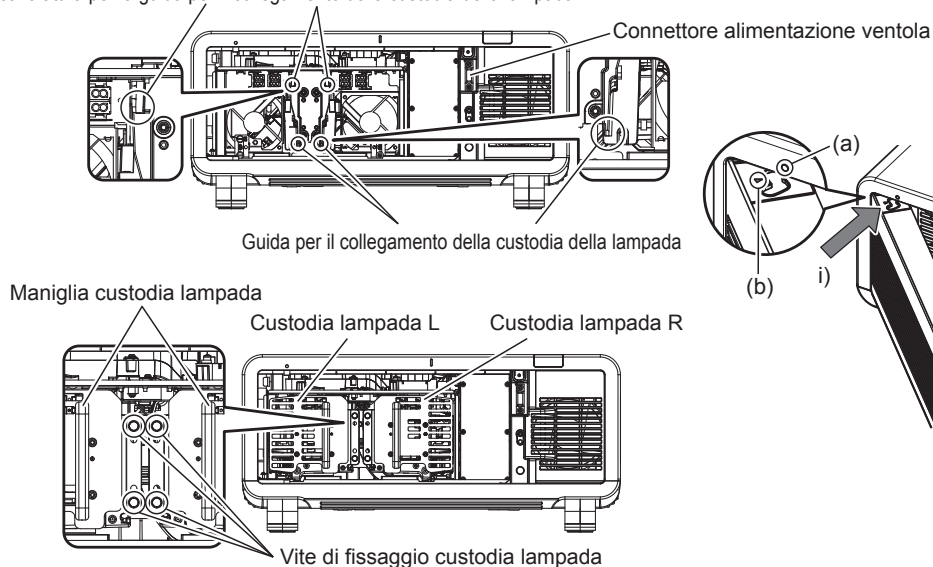

Fig. 1
- 3) Collegare la custodia della lampada. (Fig. 1)**